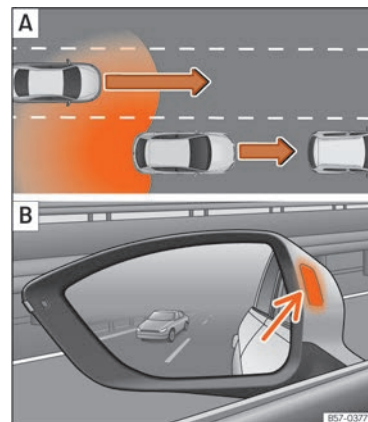
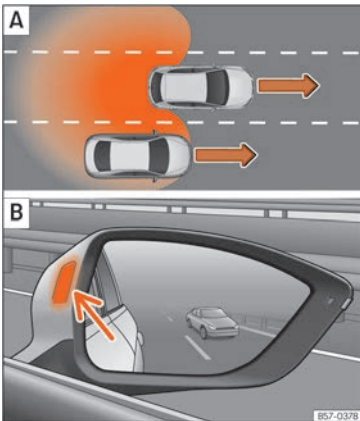

Abb. 152 Schematische Darstellung: **A** Überholen mit Verkehr im hinteren Bereich. **B** Anzeige des Spurwechselassistenten links.
Abb. 153 Schematische Darstellung:
In folgenden Situationen wird die Anzeige in der Kontrollleuchte **>>>** (Abb. 152) **B** (Pfeil) oder **>>>** (Abb. 153) **B** (Pfeil) dargestellt:
- Bei einer Überholung durch ein anderes Fahrzeug **>>>** (Abb. 152) **A**.
- Bei Überholung eines anderen Fahrzeugs **>>>** (Abb. 153) **A** mit einer Geschwindigkeitsdifferenz von ca. 10 km/h (6 mph). Erfolgt die Überholung wesentlich schneller, erfolgt keine Anzeige.